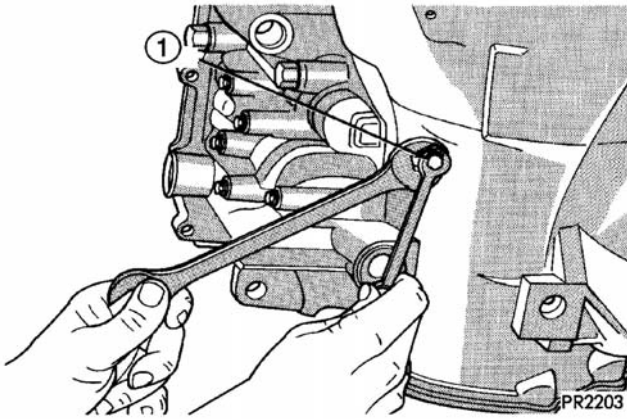

图 110 前（强制降档）带调节位置
- (1) 断开蓄电池负极电缆。
- (2) 拆下空气滤清器总成。
- (3) 拧松该制动带调整螺钉的锁紧螺母（图 110），然后转回锁紧螺母 3-5 转。确保调整螺钉在壳体内自如转动。按需要给螺钉螺纹施用润滑剂。
- (4) 紧固制动带调整螺钉至 $8\text{N} \cdot \text{m}$ (72in. lbs.)。
- (5) 拧松前制动带调整螺钉 2 1/4 圈。
- (6) 保持调整器螺钉在位，并紧固锁紧螺母至 $47\text{N} \cdot \text{m}$ (35ft. lbs.)。
- (7) 安装空气滤清器总成。
- (8) 连接蓄电池负极电缆。